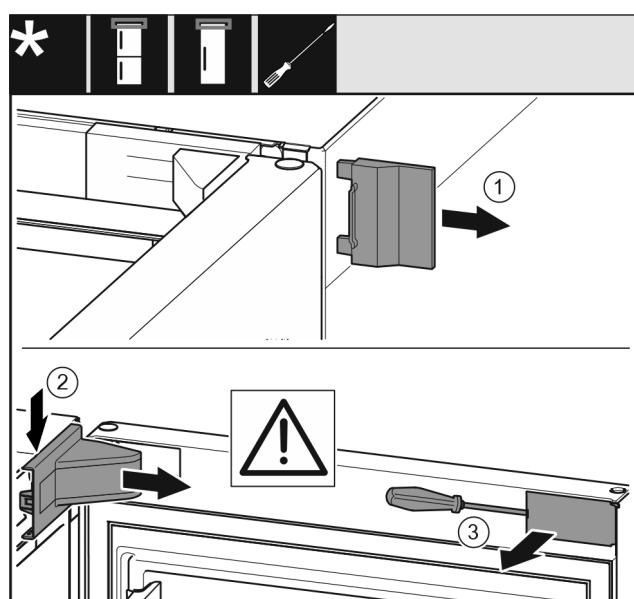

Fig. 6
- Nuimkite išorinę dengiamąją plokštelynę. Fig. 6 (1)
- Atfiksuojite atraminės gembės dengiamąją plokštelynę ir ją nuimkite. Nuimkite atraminės gembės dengiamąją plokštelynę. Fig. 6 (2)
- Išdrožiniu atsuktuvu atkelkite gaubtą ir pasukite jį į šoną. Fig. 6 (3)